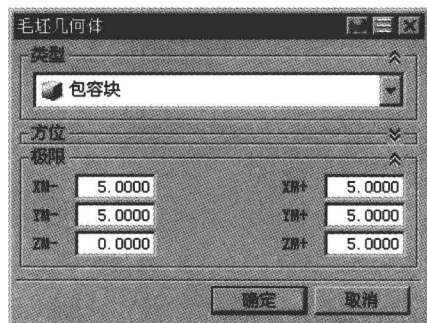

图 1.3 “毛坯几何体”对话框
Step2. 在“毛坯几何体”对话框的 **类型** 下拉列表中选择  **包容块** 选项, 设置图 1.3 所示的参数。